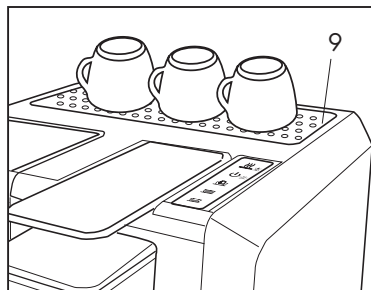

Fig.11
- Per la preparazione di espresso usare tazze spesse e preriscaldare, per evitare che il caffè si raffreddi troppo in fretta. Le tazze si possono riscaldare sull'apposito scaldatasse(9) **(Fig. 11)**